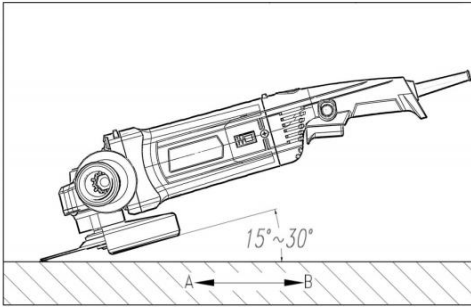

Fig8
Effektiv und sicher für Schleif- und Schmirgelarbeiten (Abb. 8)
2. Halten Sie den Schleif- und Schneidteil der Scheibe grundsätzlich in einem Winkel von 15 bis 30 Grad zur Oberfläche des zu bearbeitenden Objekts. (Abb. 8)